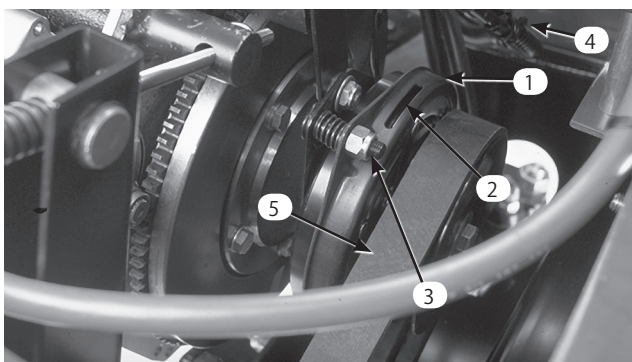

図53
2. クラッチの電気コネクタ (図53) を外す。
3. クラッチのライニングと摩擦プレートとの間のギャップを 0.38 mm のすきまゲージが通れるように調整する (図53)。調整ナットを右に回すと隙間が小さくなる (図53)。隙間の最大値は 0.76 mm である。